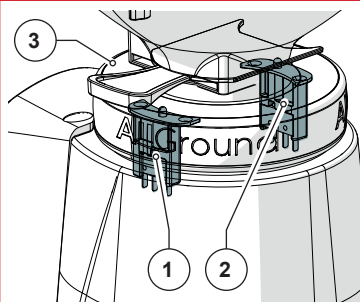

Fig. 7
• **N° 2 Microinterruttori di rilevamento posizione ghiera (Fig. 7)**